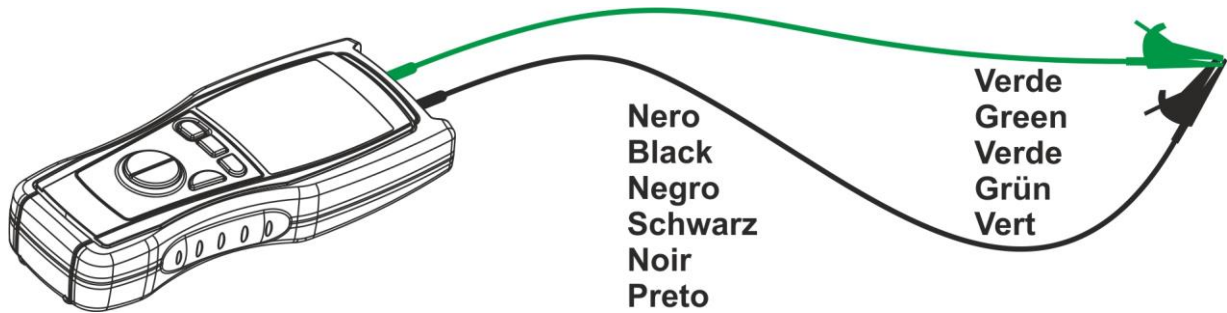

Fig. 6: Connessione dei terminali durante la procedura di calibrazione
2. Cortocircuitare tra di loro le estremità dei cavi di misura (vedere Fig. 6) prestando attenzione che le parti metalliche dei puntali o dei coccodrilli facciano ben contatto